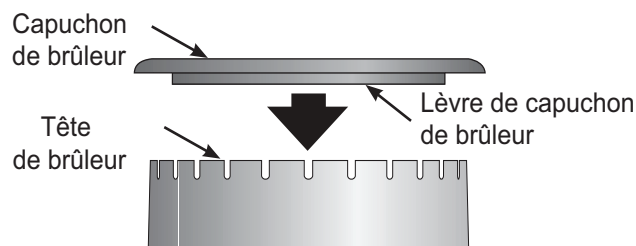

Figure 39 : Capuchon de brûleur
1. Retirer le capuchon de la tête de brûleur (voir Figure 39). Nettoyer le capuchon à l'eau chaude savonneuse et sécher soigneusement.